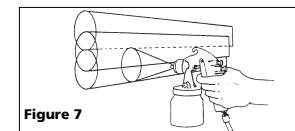

Figure 7
- Chevaucher les coups juste assez pour obtenir une couche égale. (Voir Figure 7).